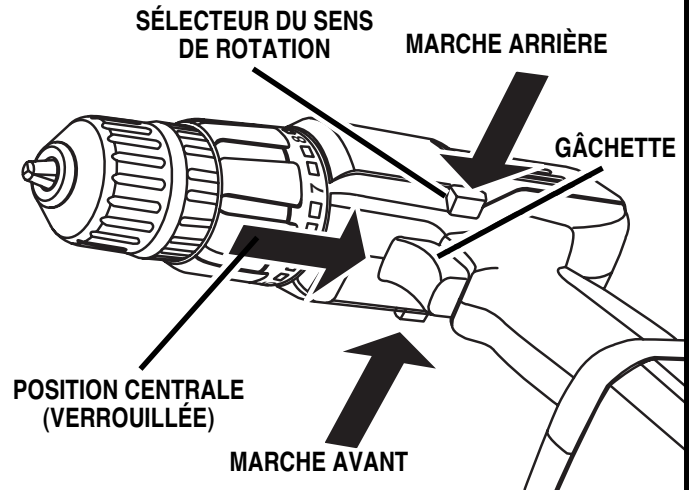

Fig. 4
Voir la Figure 4.
- Placez la commande de sélection de la direction de rotation dans la position centrale. Voir la Figure 4.